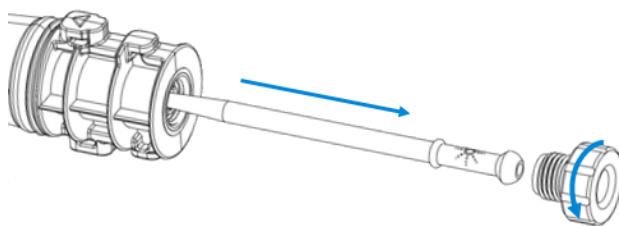

図7 ロックナットを外してインジェクタを取り外す
2. 図7に示すように、ロックナットを緩めてトーチ本体から外し、ボールジョイントを慎重に引っ張りながらインジェクタを抜き取ります。